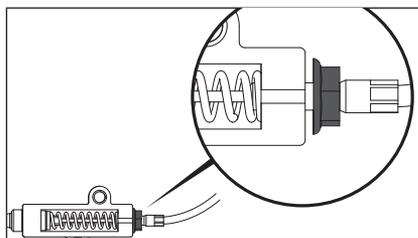

Figure 90
- Desserrez l'écrou du ressort à barillet de compression. (Fig. 90)